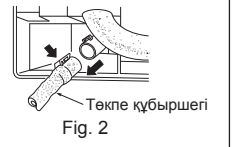

Fig. 2
- 3) Ішкі блоктың артқы сол жақ бөлігіндегі төлке құбыршекті суырып алыңыз. (Fig. 2)